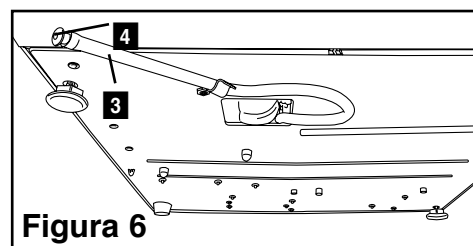

Figura 6
2. Con il tubo di drenaggio (consultare la sezione 3.5, Priming della pompa, figura 6) svuotare il contenuto del serbatoio nel contenitore per acqua.